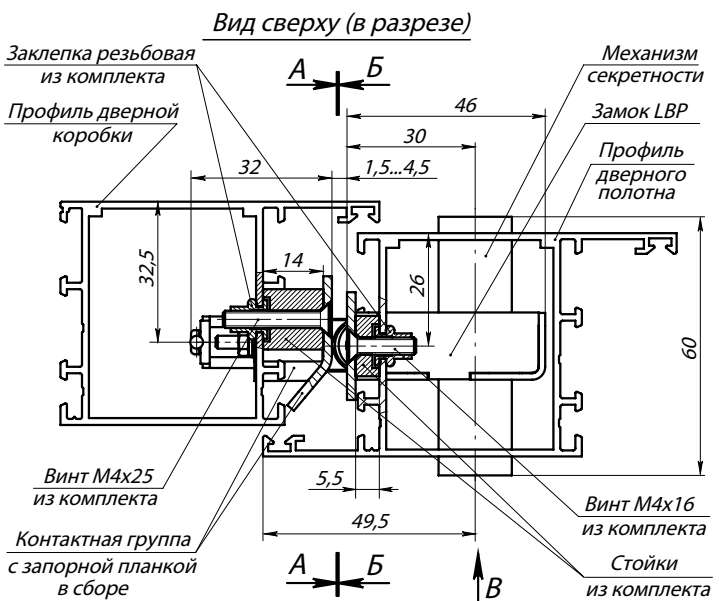

Рис. 3. Замок с контактной группой PERCo- BP2 в сборе (виды А, Б и В изображены на установочных шаблонах)
- профили дверного полотна AGS68\_6863, AGS50\_5213 и профили дверной коробки: AGS68\_6864, AGS50\_5215 (ООО «Агрисовгаз»), или аналогичные им по своему сечению (см. рис. 3).
4. Для замка с запорной планкой **PERCo-BP2**. Установите замок (1) в заранее подготовленный паз в профиле дверного полотна. Подложите под точки крепления замка стойки из комплекта поставки, после чего закрепите замок винтами M4x16 (5) (см. рис. 3).